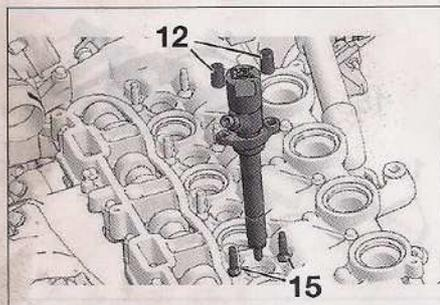

FIG. 65
- Antes del montaje de los inyectores, reapretar sistemáticamente los tornillos ejes de guía (15) (Fig.65) a $0,5 \text{ daNm} \pm 0,1$ y apretar a $1 \text{ daNm} \pm 0,1$.